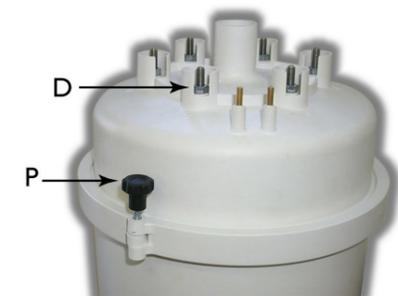

Fig. 3
- Rimuovere il pomello di fissaggio (vedi Fig. 3 - P), aprire e asportare le due parti della ghiera di chiusura del cilindro;
- Remove the fastening knob (see Fig 3 - P), open and remove both of the parts of the closing ring nut of the cylinder;